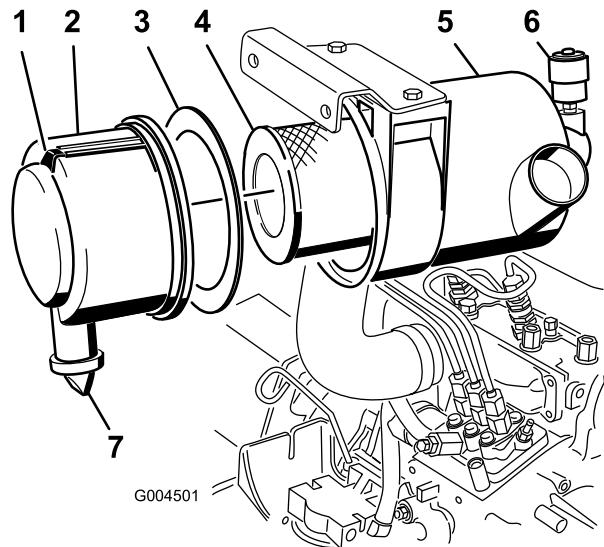

図 42
- エア・クリーナの整備はインジケータ(図42)が赤色になっていたら、または400運転時間ごと(非常にホコリのひどい場所で使っている場合にはよりひんぱんに)行ってください。エア・フィルタの整備のしすぎはかえってよくありません。
- ラッチを引いて外し、カバーを左にひねってボディーからはずす(図42)。
- ボディーからカバーを外す(図42)。
- 1次フィルタ(図42)を取り外して交換する。
- カバーの内側に発泡樹脂製のガスケットが正しく(破損せずに)ついていることを確認する(図42)。破損しているガスケットは交換する。
- カバーからゴム製の出口バルブを取り外す(図42)。
- インジケータ(図42)が赤になっている場合はリセットする。